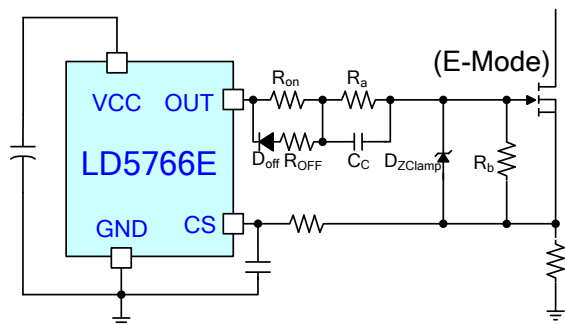
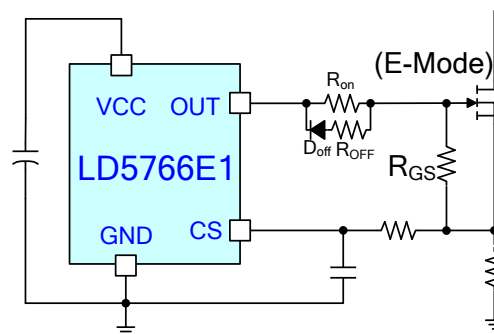
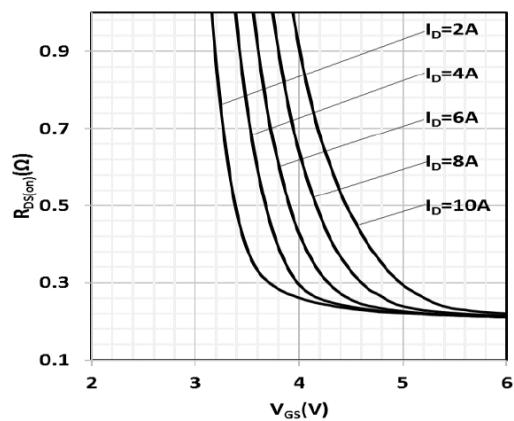

图 4 LD5766E 驱动电路示意图
图 5 LD5766E1 驱动电路示意图
图 6 Typ. Drain-source on-state resistance
3.1 VGS Driving compensation(for LD5766E1,如图 4.图 5.表 4 说明): E-Mode GaN 组件对其栅极驱动电压 VGS 有严格要求 (典型值如 5.6V 至 6.2V)。在使用初级侧、低位电流感测 (Primary-side low-side current sensing) 架构时,流经感测电阻 RCS 的初级电流 IL 会产生感测电压 VCS ($VCS = I_L \times RCS$)。此 VCS 会抬升 GaN 源极 (Source) 的电位。由于 GaN 的实际 VGS 是驱动器输出电压 VOUT 相对于其源极电位的差值 (即 $VGS = VOUT - VCS$),因此随着负载电流 IL 增大、VCS 随之升高,将导致实际 VGS 下降。若 VGS 低于要求值,会使 GaN 的导通电阻 ($R_{DS(on)}$) 剧增,如图 6 所示,当 VGS 电压差异 0.4V, $R_{DS(on)}$ 的变化最大差异 1.5 倍,这个将造成导通损耗过大进而影响效率,更有可能导致组件过热甚至损毁。为解决此问题,LD5766E1 内建了 VGS 驱动补偿功能。IC 会持续侦测 VCS 电压,并依此动态调整其驱动输出接脚 (OUT) 的电压 VOUT', 补偿公式如下: